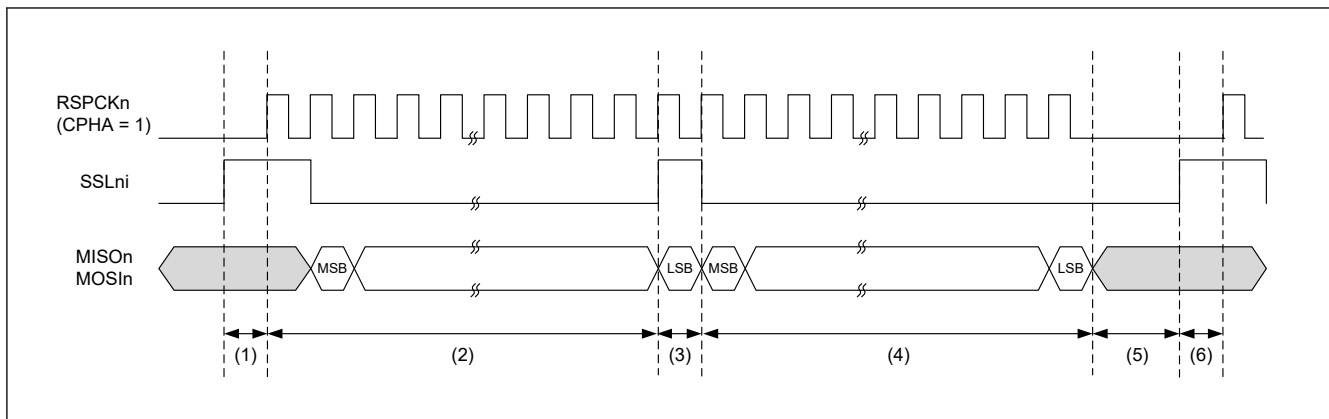

図 33.62 バースト転送の動作例 (SPFRF = 1)
- SPI コマンドレジスタ (SPCMD) の SSLni 信号レベル保持ビット (SSLKP) が 1 で、SPI コントロールレジスタ (SPCR) のバースト転送フレーム遅延選択ビット (BFDS) が 1 のときの SPCMD0~SPCMD1 を図 33.62 に示します。設定によりバースト転送を実現した場合の SSLni 信号動作とシリアルデータ MISOn/MOSIn の例を以下に示します。SSLni 出力信号の極性は、SPI SSLi 信号極性ビット (SPCR3.SSLiP) (i = 0~3) の設定値で決まります。